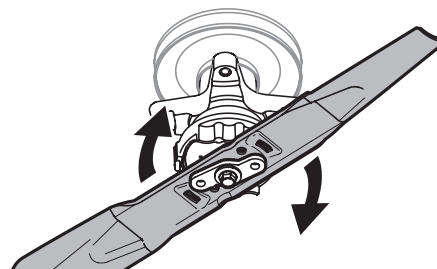

Figure 5
5. Retenez la bague de verrouillage en haut et tournez la lame vers la droite pour l'aligner avec l'adaptateur. Voir Figure 5.